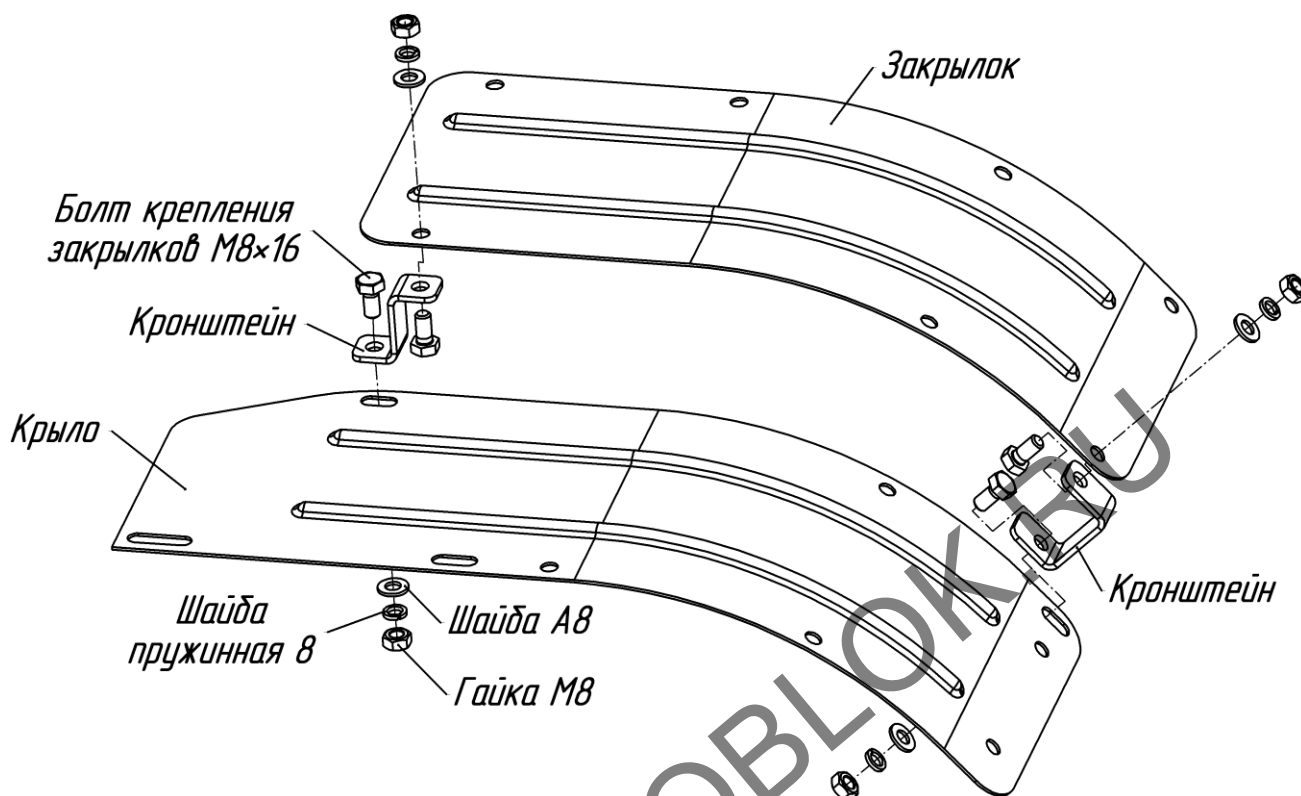

Рис.10 Схема крепления закрылков (дополнительных крыльев)
29. Защитные устройства и щитки должны быть установлены на соответствующие места и надежно закреплены с помощью исправного стандартного инструмента (рис.10).
10. При работе с фрезами-культиваторами необходимо установить закрывки (рис.10).